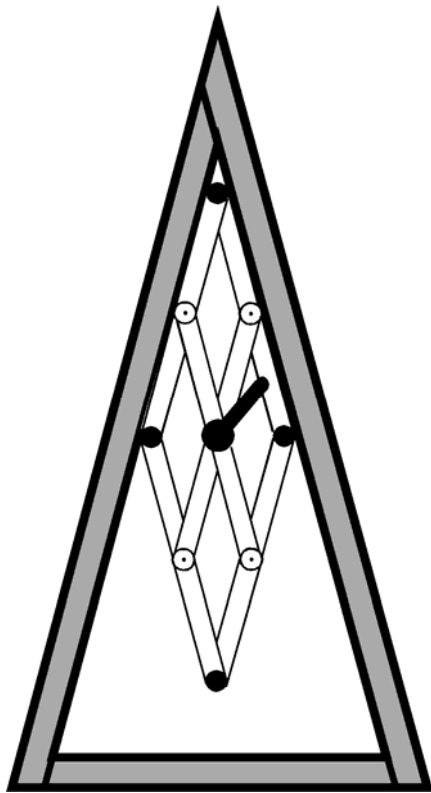
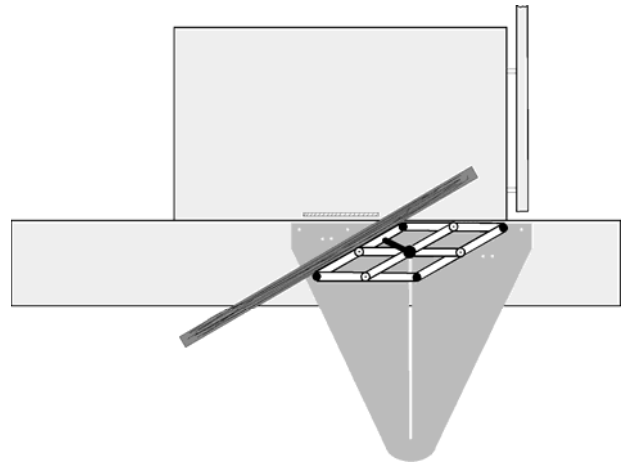

Bild 4
Bild 5
- Klemmhebel (7) lösen.
- Meß- und Sägerahmen in die zu messende Ecke schieben, bis zwei Schenkel des Rahmens genau anliegen (Bild 4).
- Klemmhebel (7) anziehen, damit sich der gemessene Winkel nicht verstellt.
- Rahmen herausnehmen und mit zwei Rasterstiften (6) in zwei beliebige Führungsbohrungen (1) der Grundplatte einhängen.
- Rahmenholz am Meß- und Sägerahmen anlegen und sägen (Bild 5).